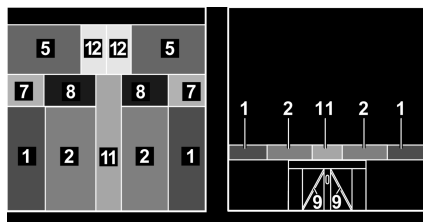

Fig. 139 Après la transformation
- Tirer les coussins d'assise (Fig. 139,2) des banquettes longitudinales vers le centre.
- Placer les coussins de dossier (Fig. 139,1) des banquettes longitudinales entre les coussins d'assise et les parois extérieures.
- Tirer les coussins d'assise (Fig. 139,8) de la rallonge de banquette vers le centre.
- Placer les coussins de dossier (Fig. 139,7) de la rallonge de banquette longitudinale entre les coussins d'assise et les parois extérieures.
- Placer le coussin supplémentaire (Fig. 139,11) entre les coussins d'assise sur la table.
- Placer les coussins supplémentaires (Fig. 139,12) sur les rallonges de banquette.